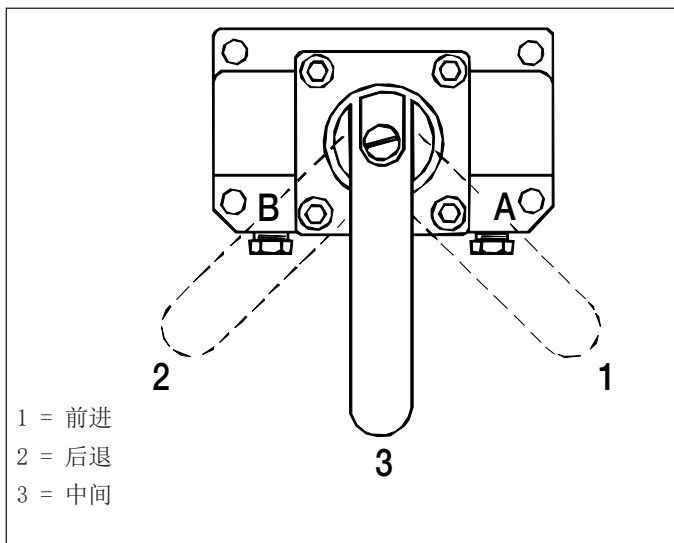
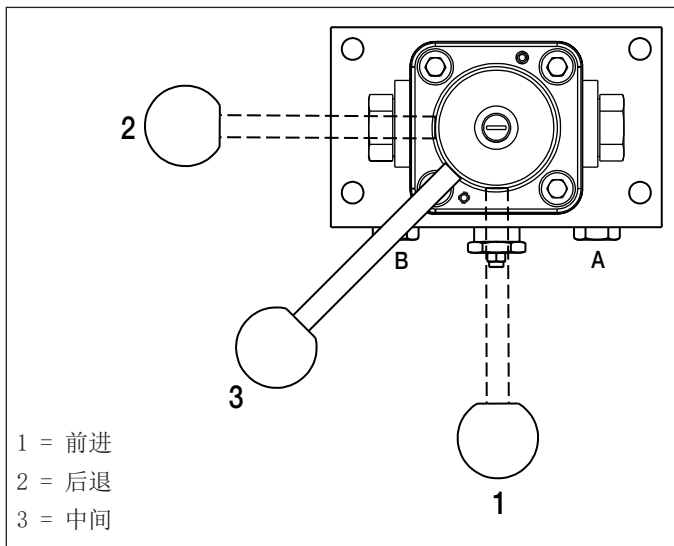

图 11，阀柄位置，VM33、VM33L、VM43、VM43L
图 12，阀柄位置，VM33M、VM43M
4. 将控制阀柄旋转到中间（“3”）位置。关于 VM33 和 VM43 的阀位置，请参阅图 11。关于 VM33M 和 VM43M 的阀位置，请参阅图 12。
4. 将控制阀柄旋转到中间（“3”）位置。关于阀位置，请参阅图 11。